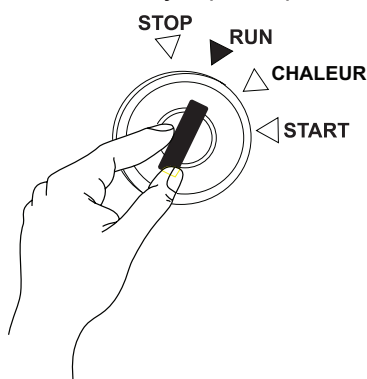

Figure 30. Interrupteur de démarrage (RUN)
2. Insérer la **clé de contact** dans le **commutateur de démarrage** (Figure 30) et tournez-la dans le sens des aiguilles d'une montre jusqu'à la position **RUN**.